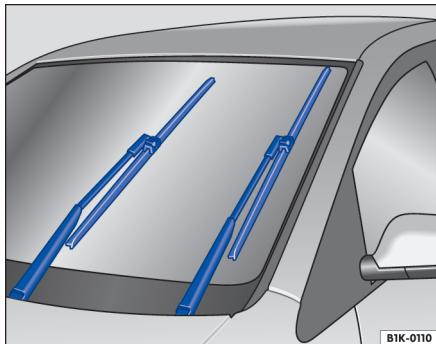

图 173 处于保养位置的刮水片
- 将风窗玻璃刮水器拨杆向下拨至点动刮水位置。使刮水器处于保养位置。⇒ **图 173**
- 按住分离按钮①同时沿图示箭头方向拉出刮水片。